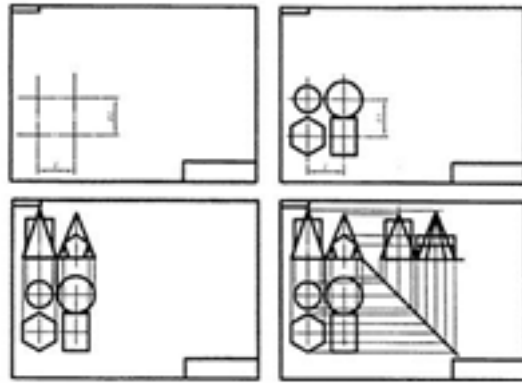

Рис.1 Построение проекций геометрических тел.
4. Построение комплексного чертежа начинают выполнять с основания геометрических тел, а затем строят их фронтальную и профильную проекции (рис.1).